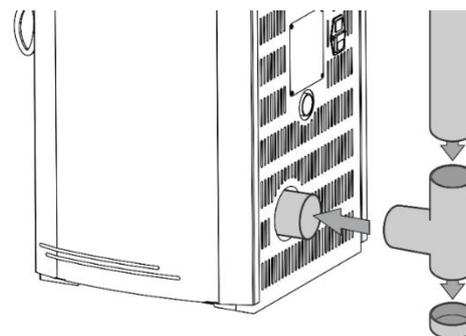

Fig.14
C) Rimuovere il raccordo a T e aspirare la cenere anche da quest'ultimo (è possibile eventualmente pulire il raccordo a T anche tramite il tappo di ispezione fig.14).